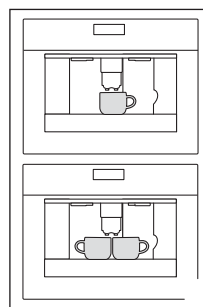
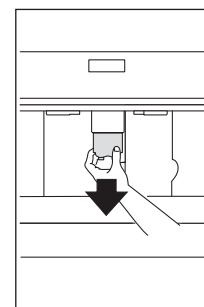

Abb. 16
Abb. 17
- ▶ Für 1 Tasse Kaffee stellen Sie 1 Tasse (Abb. 16), für 2 Tassen Kaffee stellen Sie 2 Tassen unter die Ausläufe. (Abb. 16). Senken Sie die Ausläufe so weit wie möglich in Richtung Tasse ab, um einen Kaffee mit mehr Crema zu bereiten (Abb. 17).